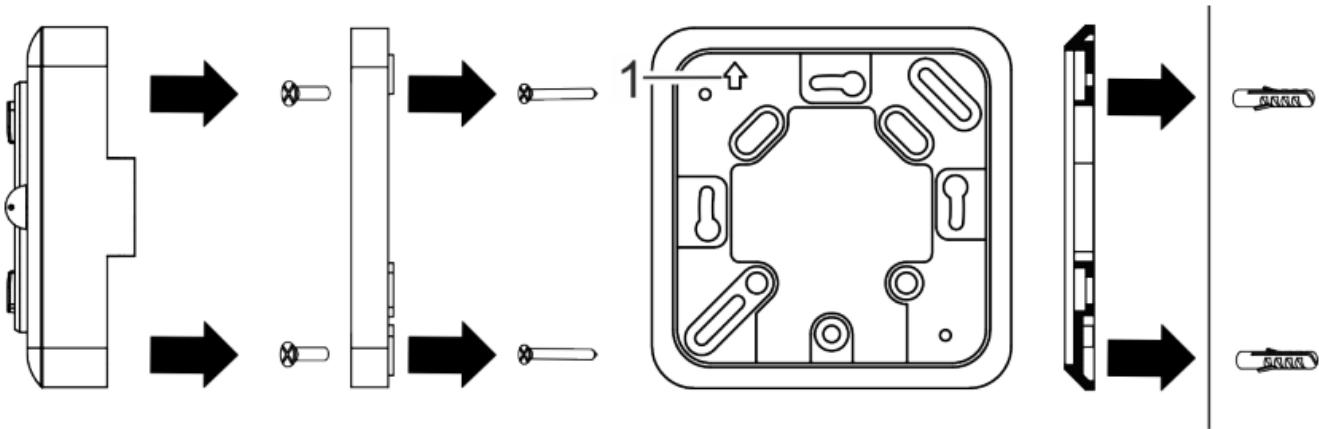

Fig. 5: Montage du socle du boîtier sur la plaque de montage
1. Monter la plaque de montage avec les vis (3,5 x 25 mm) sur la boîte encastrée (Fig. 5).
La flèche (Fig. 5/1) sur la plaque de montage doit pointer vers le haut.
7. Monter le socle du boîtier de l'appareil sur la plaque de montage à l'aide des vis (3 x 6 mm) (Fig. 5).